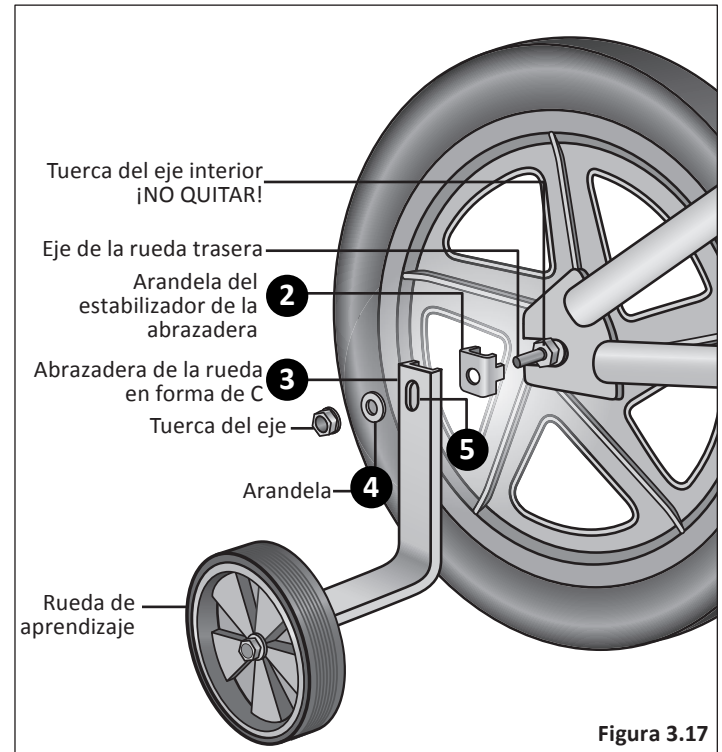

Figura 3.17
- 1 Quite la tuerca y la arandela externas del eje de la rueda trasera **Figura 3.17**